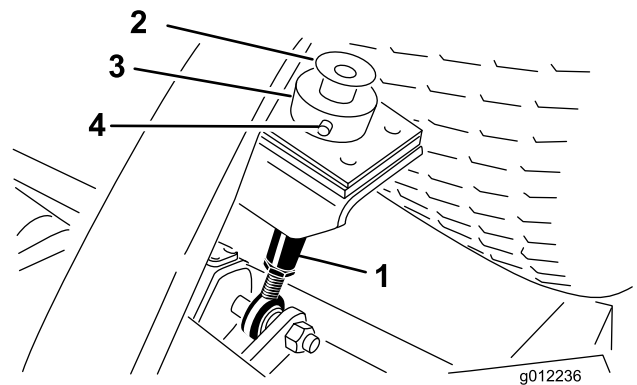

図 20
2. 各刈高ロッドの上部についているボルトとワッシャを外す (図 20)。
3. カッティングユニット後部で、刈高ロッドに刈高カラーを固定しているヘアピンとクレビス・ピンを外す (図 20)。刈高カラーを外す。